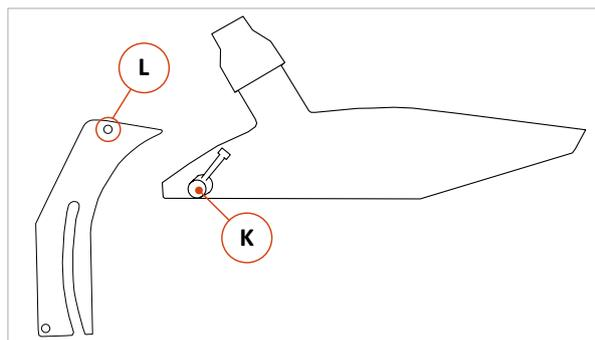

Abbildung 31: Schutzhaube montieren
**Wichtig:** Entfernen Sie vor Einstellung des Spaltkeils die daran befestigte Schutzhaube durch Herausdrehen des in ⇒ Abbildung 31 gezeigten Klemmhebels (K), mit dem die Schutzhaube am Spaltkeil montiert ist.
- Gleichzeitig darf der obere Punkt (T) des Spaltkeils nicht unterhalb der Basis (B) des obersten Zahns des Kreissägeblatts stehen.
- Nach Lösen der Schraube (S) mit einem Innensechskantschlüssel SW 6 kann der Spaltkeil horizontal und vertikal eingestellt werden.
- Mit den drei kleinen Stellschrauben (C) wird der Spaltkeil mit dem Kreissägeblatt in eine Linie (Flucht) gebracht.